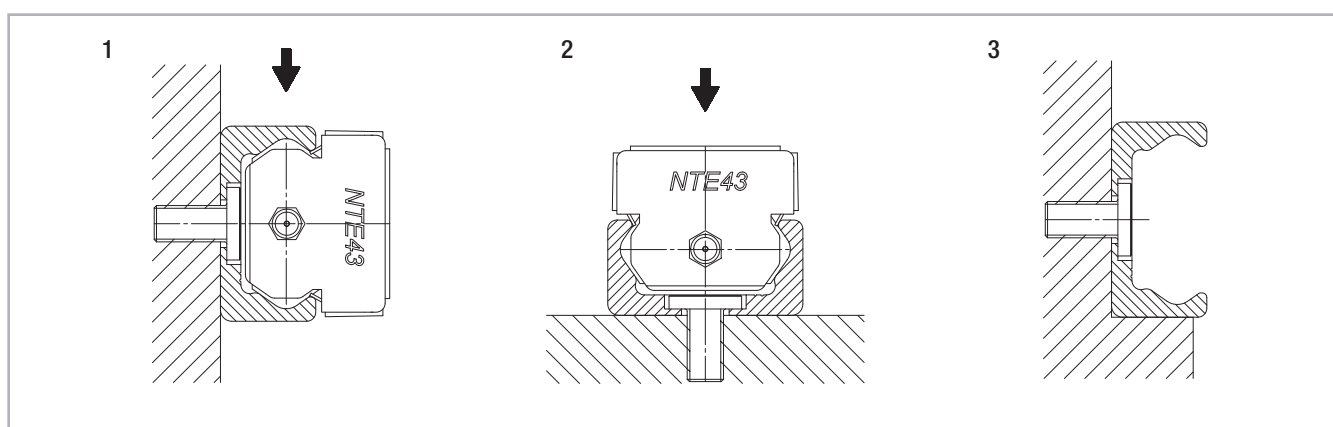

Fig. 101
Las guías T y K pueden montarse en dos posiciones según la fuerza externa. Para la carga axial del cursor (Fig. 101, pos. 2), la capacidad de carga se reduce por la disminución del área de contacto al cambiar la posición. Como consecuencia, las guías deben montarse de modo tal que la carga actúe en los rodamientos en dirección radial (Fig. 101, pos. 1). El número de agujeros de anclaje en la guía junto con los tornillos de clase 10.9 están dimensionados según los valores de la capacidad de carga. Para aplicaciones críticas con vibraciones o mayores requisitos de rigidez, es útil prever un soporte de la guía (Fig. 101, pos. 3).